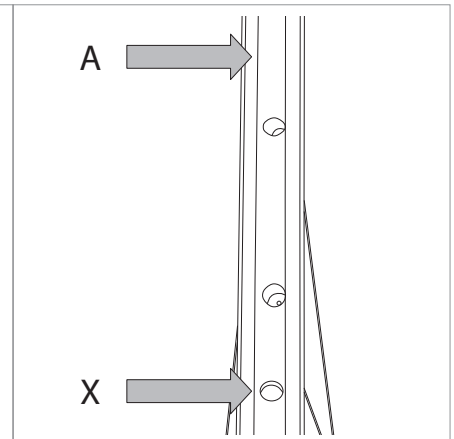

Fig.3
- Il punto di inizio della nastratura va posizionato tra il secondo ed il terzo nipplo (A - Fig. 3) oltre il foro valvola (X - Fig.3). Iniziate il posizionamento del nastro da A e procedete verso il foro valvola.